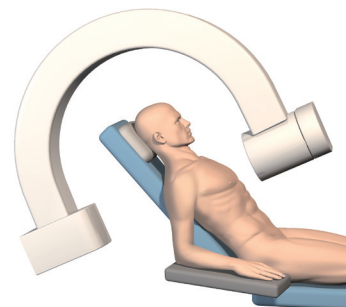

fig. 1
- L'amplificateur est placé longitudinalement à la tête du patient (fig. 1).